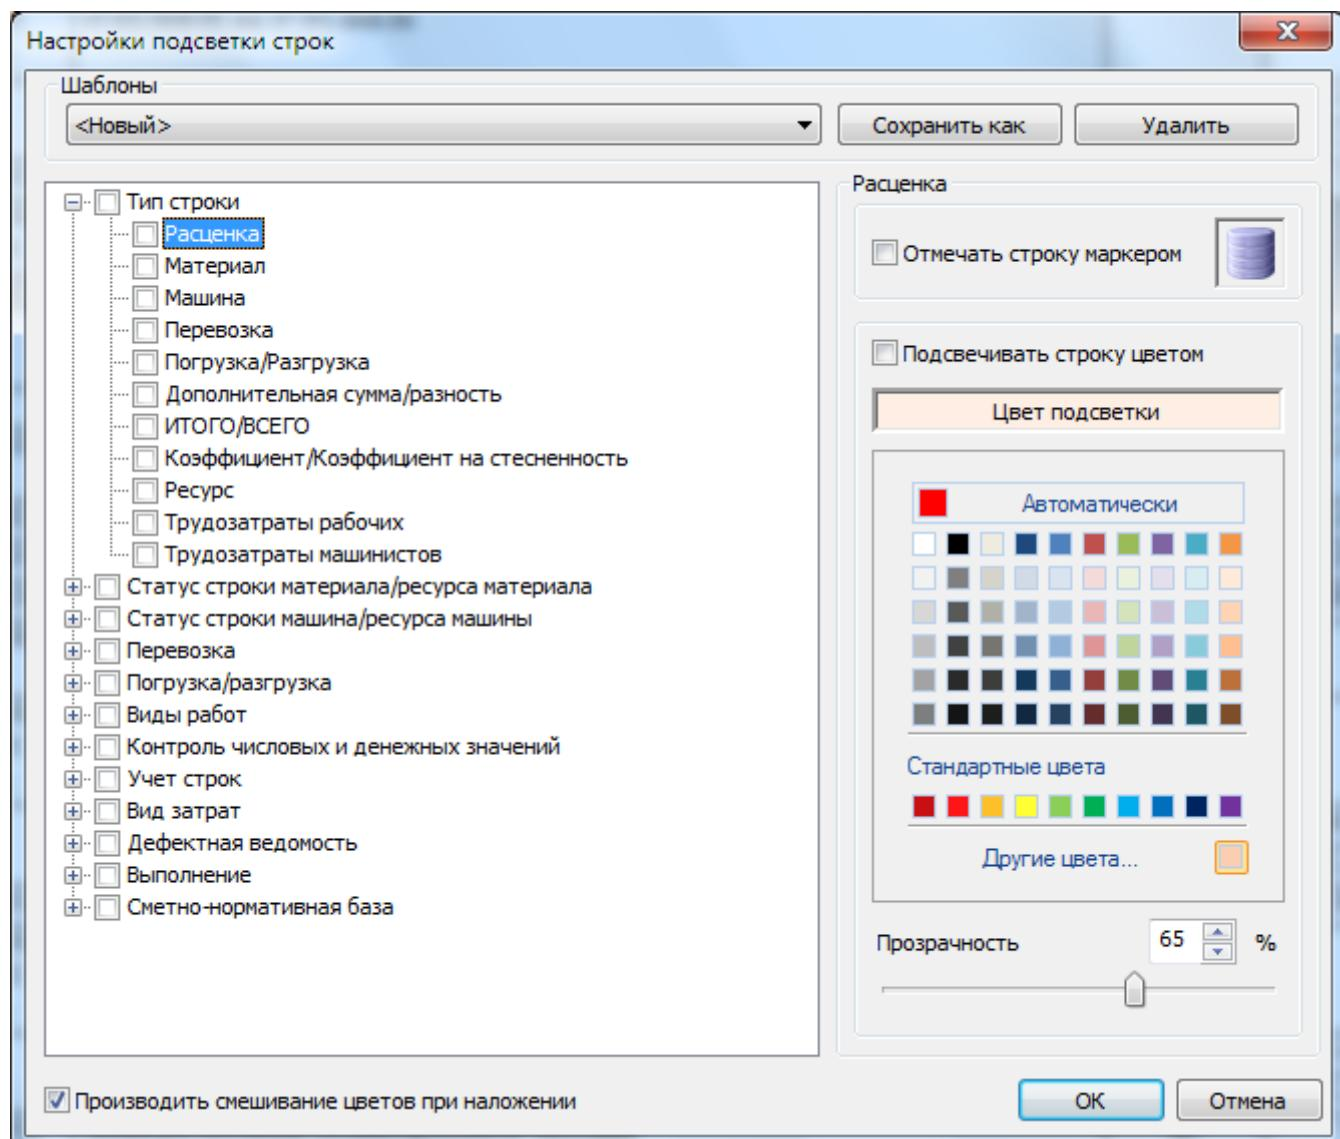

Рис. 6.15 Диалоговое окно Настройки подсветки строк
2. В открывшемся диалоговом окне *Настройки подсветки строк* (рис. 6.15) нажать на кнопку Сохранить как и задать имя шаблона.